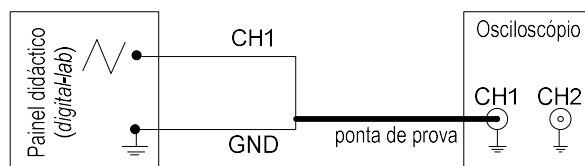

Figura 2
- 2.1. Ligue a saída de **onda triangular** (ou, consoante o Digital Lab de que disponha, selecione a onda triangular) do gerador de sinais do painel didático ao canal 1 do osciloscópio, conforme ilustra a figura 2, e **regule a frequência do gerador de sinais para 1 kHz**. Faça ajustes no ganho do canal e na base de tempo para **visualizar adequadamente o sinal no osciloscópio, i.e. sem que a amplitude exceda a área visível e abrangendo entre 1 e 3 períodos**). Registe a onda observada.